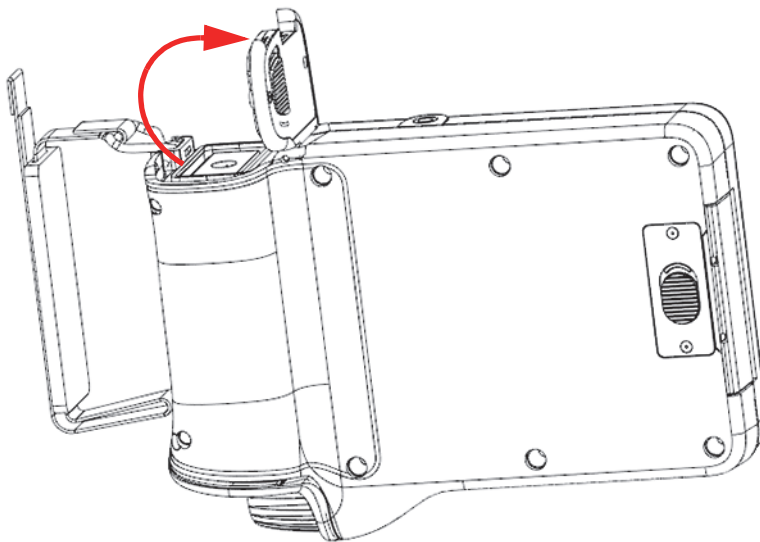

图 4-2 电池舱：舱盖处于打开状态
3. 掀起舱盖，并使舱盖完全打开（参见第 44 页的图 4-2）。